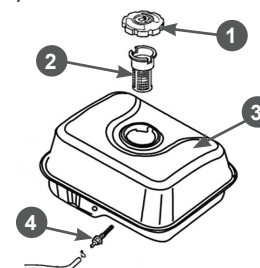

Рис. 16 Топливные фильтры
- При незначительном загрязнении промойте поролоновый фильтрующий элемент 5 (Рис. 16) теплым мыльным раствором и просушите. Поврежденный или сильно загрязненный поролоновый фильтрующий элемент замените.
В топливном баке установлены два сетчатых топливных фильтра. Один фильтр устанавливается в заливной горловине топливного бака. Второй фильтр конструктивно объединен со штуцером топливного бака и установлен внутри бака (Рис. 16).
3. Выкрутите из топливного бака выходной штуцер 4 и произведите его очистку (Рис. 16). Внимательно осмотрите сетчатый фильтр. При обнаружении механических повреждений замените штуцер топливного бака.